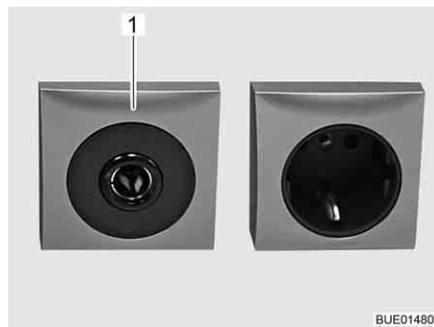

Bild 160 Steckdose 12 V/10 A
- ▷ An die Steckdosen (Bild 160,1) des 12-V-Bordnetzes nur Geräte mit maximal 10 A anschließen.